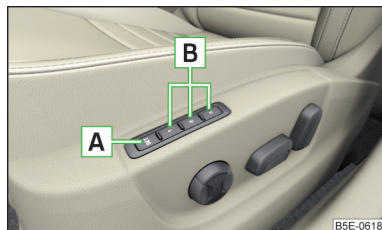

Fig. 65
Debajo de las teclas de memoria **B** en el asiento del conductor se puede guardar un ajuste de la posición del retrovisor externo y del asiento del conductor » fig. 65.
- » Pulse la tecla **SET** **A** » fig. 65 y luego presionar dentro de 10 segundos la tecla de memoria **B** deseada. El almacenamiento es confirmado con una señal acústica.
- » Conectar el encendido y pulsar la tecla de memoria deseada **B** » fig. 65.